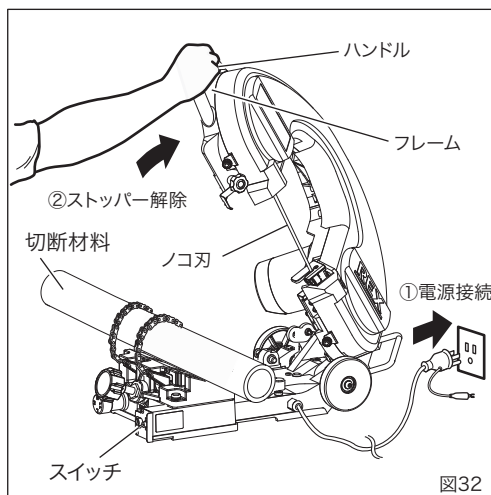
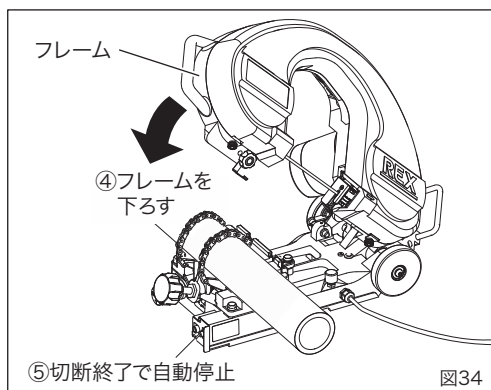

図32
図34
1. 切断作業(図32～図34)
①電源プラグをコンセントに接続します。(図32)
②ハンドルを持ち、いったん最上部までフレームを上げてストッパーを解除します。(図32)
④ノコ刃が十分に回転速度を上げてからゆっくりと切断材料の上にノコ刃を乗せます。(図34)
⑤あとは自動的に切断していき、切断が終了するとスイッチがOFFとなり停止します。(図34)